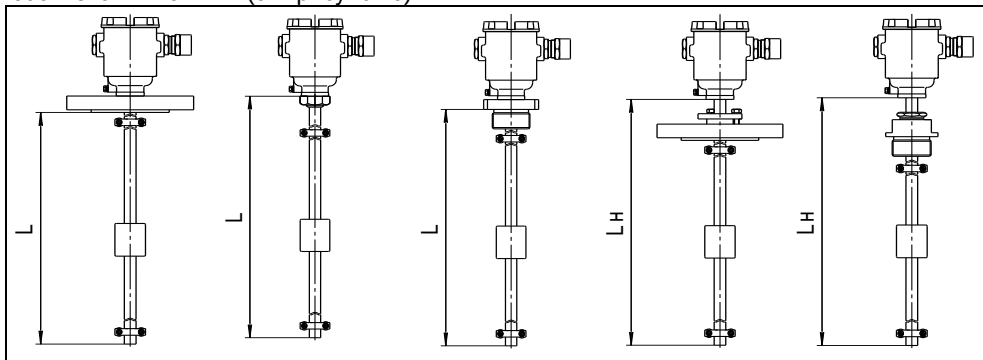

Рисунок 6
1.4.5 Преобразователи могут изготавливаться с длиной направляющей в соответствии с 1.2.1 (см. рисунок 6).